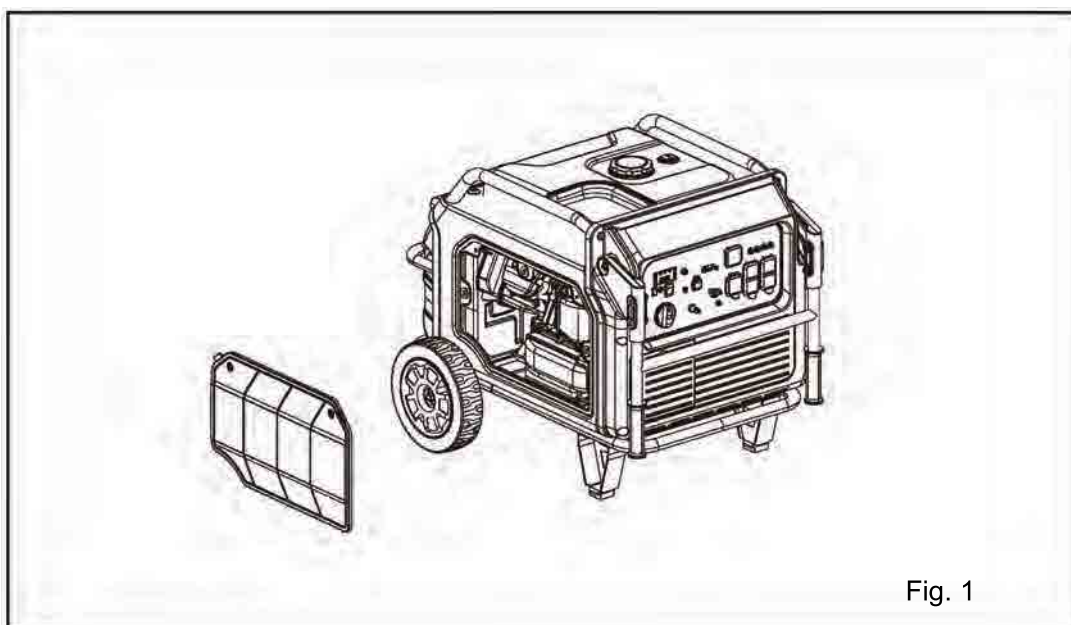

Fig. 1
- Retire los tornillos que sujetan la tapa del filtro de aire (Fig. 1).